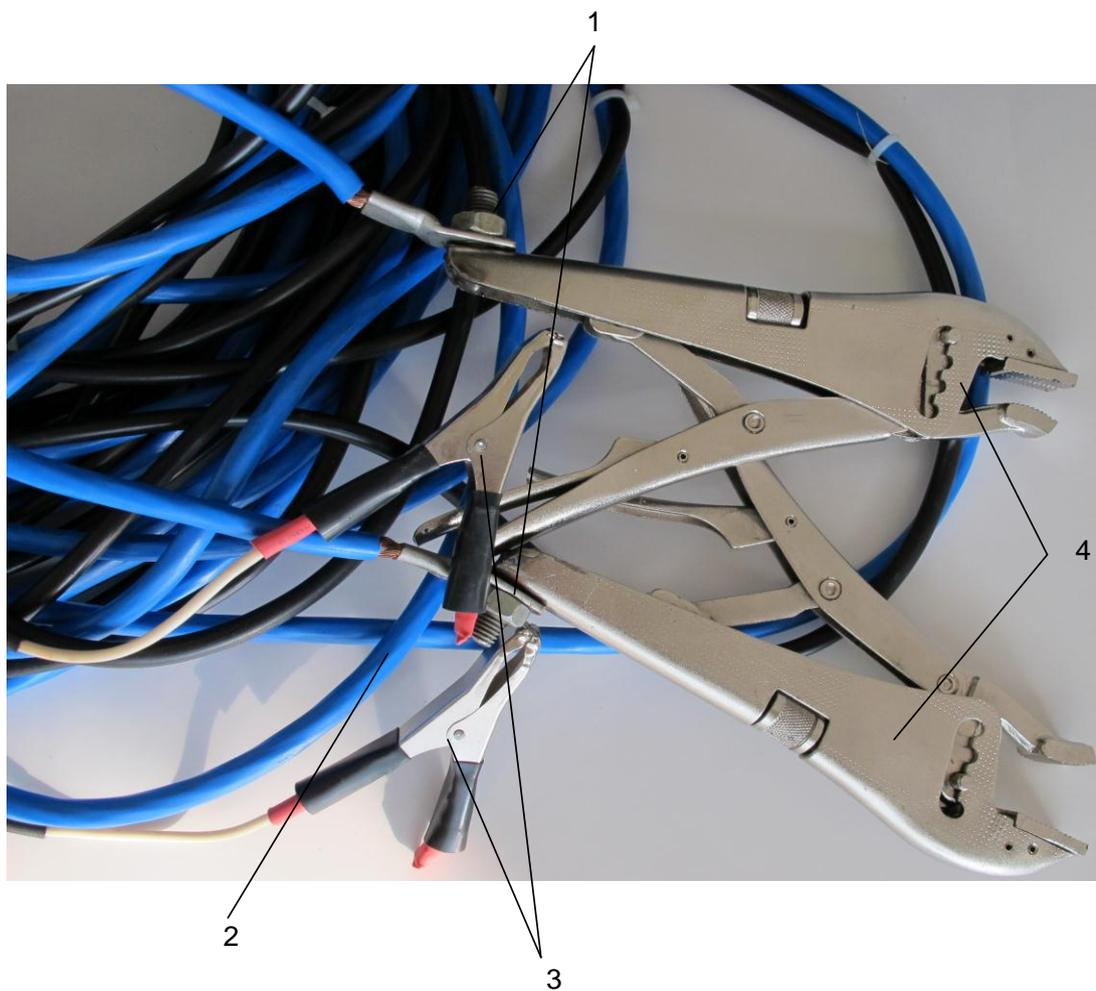

Рисунок 3
Кабель измерительный (рисунок 3) состоит из клемм (1), кабеля (2), потенциальных зажимов (3) и токовых струбцин (4).